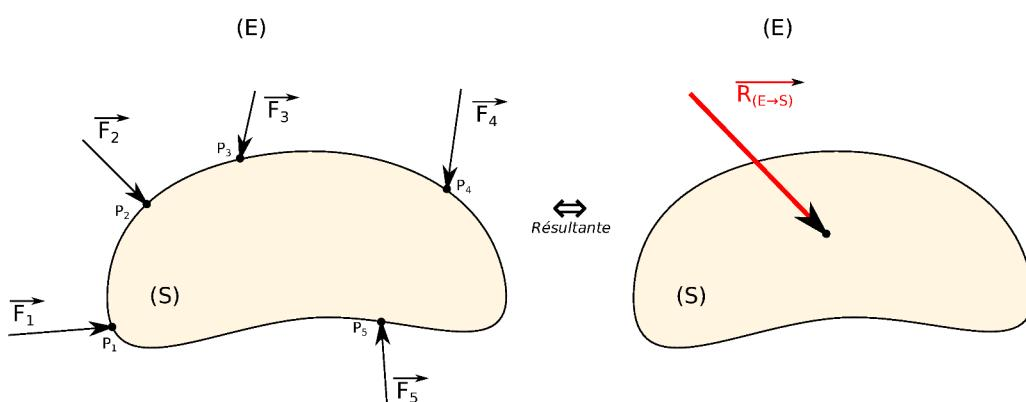

FIGURE 1 – Résultante des actions mécaniques.
Soit un corps S subissant de la part d'un ensemble (E) une action mécanique modélisée localement par " n " forces $\overrightarrow{F_i(E \rightarrow S)}$ de points d'application P_i (fig. 1). On définit alors le vecteur suivant :
Soit un corps S subissant de la part d'un ensemble (E) une action mécanique modélisée localement par " n " forces $\overrightarrow{F_{i(E \rightarrow S)}}$, de points d'application P_i (fig. 1). On appelle **moment résultant en A de la résultante $\overrightarrow{F_i}$** , le vecteur